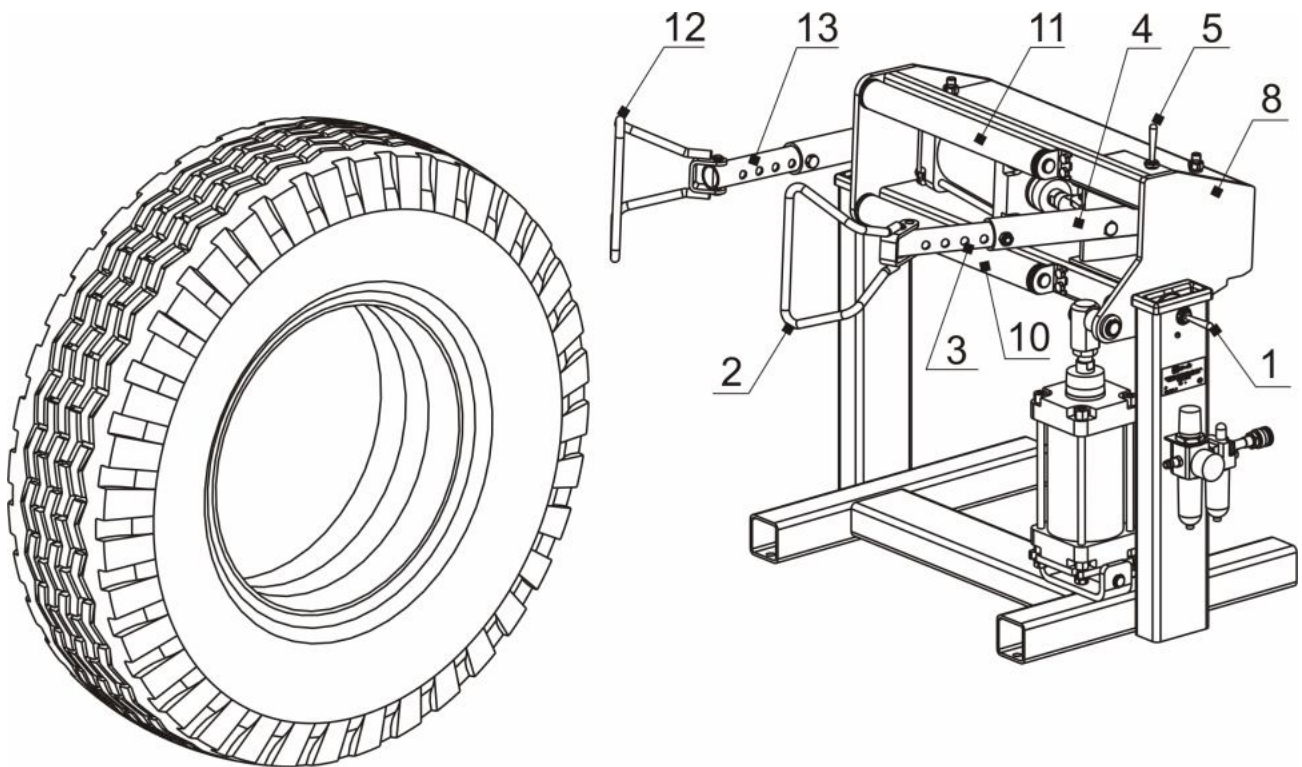

Рисунок 2
С помощью рычага пневмораспределителя 1 повернуть каретку 8 в исходное (нижнее) положение. (рисунок 2).
7.4. Каждые 3 - 4 дня проверять, чтобы при каждом втором или третьем нажатии на рычаг пневмораспределителя 4 (рисунок 2) капля масла падала в прозрачный стакан маслораспылителя. В противном случае, отрегулировать с помощью отвертки установочный винт маслораспылителя.